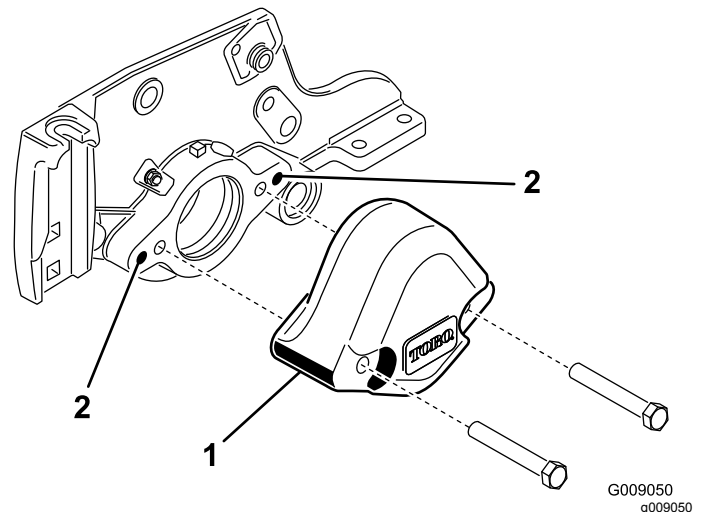

Figura 5
3. Remova os dois parafusos que fixam o contrapeso à extremidade esquerda da unidade de corte. Retire o contrapeso (Figura 5).
4. Utilizando uma torneira de 3/8-16 pol., retire a tinta dos orifícios de montagem externa em ambas as placas laterais (Figura 5).